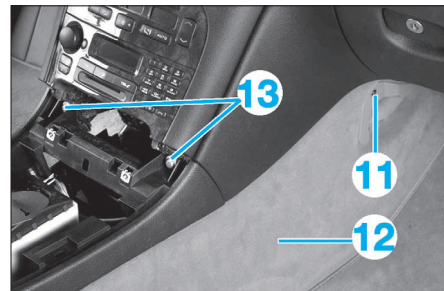

FIG. 7
- Dégrafer la prise de diagnostic (10).
- la fixation du diffuseur (11) (Fig.7) (de chaque côté).